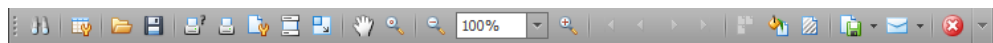

Рисунок 120
- Панели инструментов (рис.120)